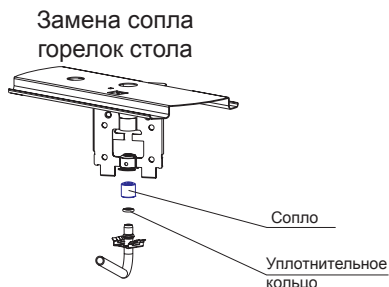

рис. 18
25.1. Проведение замены сопла при ремонте, а также при переводе на другой тип газа (рис.18)
5. Снять установленные сопла, для этого отверткой необходимо отсоединить металлическую защелку от отбортовки гнезда держателей сопла и вывести газоподводящую трубку вместе с соплом из гнезда, затем снять сопло с трубки газа (рис. 18). Резиновые уплотнительные кольца рекомендуются оставить на трубках.